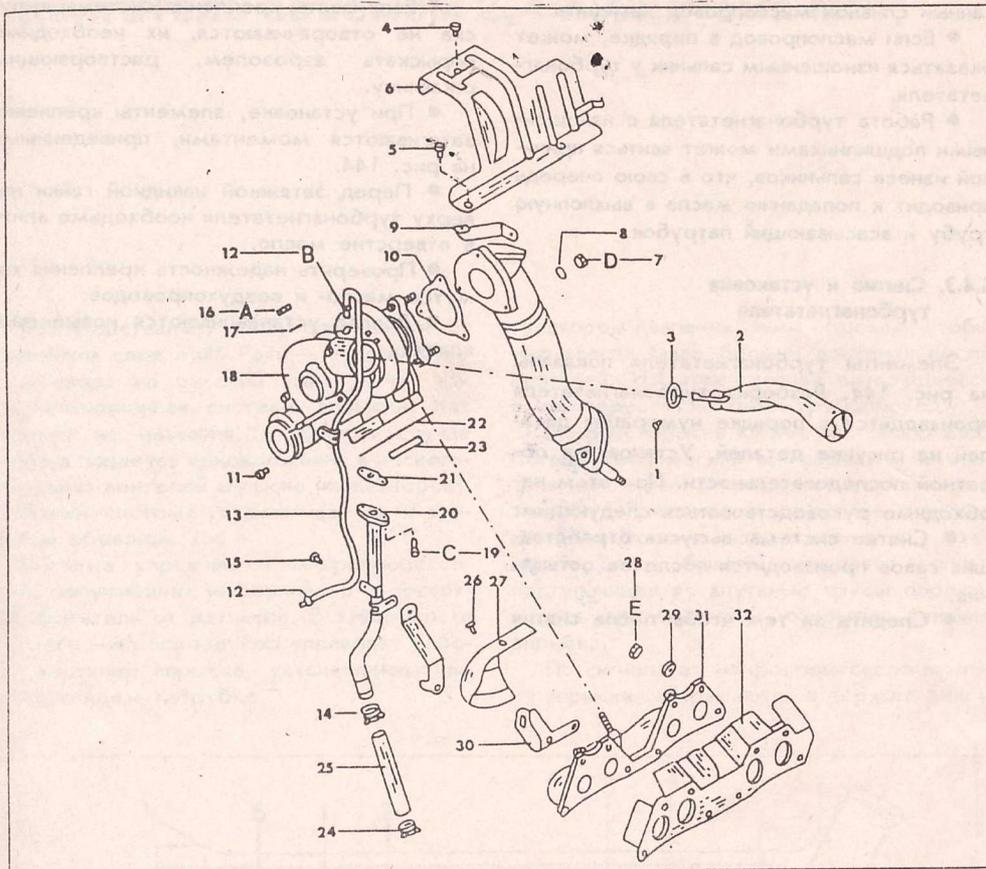

Рис. 144.
Элементы турбоагнетателя показаны на рис. 144. Разборка турбоагнетателя производится в порядке нумерации деталей на рисунке деталей. Установка в обратной последовательности. При этом необходимо руководствоваться следующим:
- При установке, элементы крепления затягиваются моментами, приведенными на рис. 144.